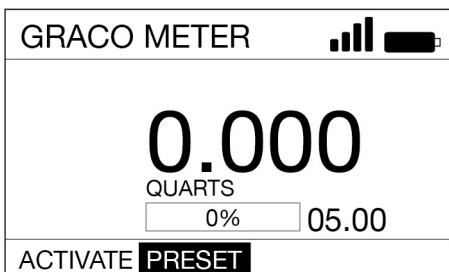

ABB. 32
3. Mit der RECHTS-PFEILTASTE PRESET (H) auf der Anzeige markieren. mit der ENTER-Taste auswählen (ABB. 32).
5. Auf dem Bildschirm wird AKTIVIEREN (D) markiert. Mit der ENTER-Taste AKTIVIEREN wählen.
6. Abzug zur Abgabe von Material betätigen. (Die Anzeige (E) zeigt die abgegebene Menge an.)